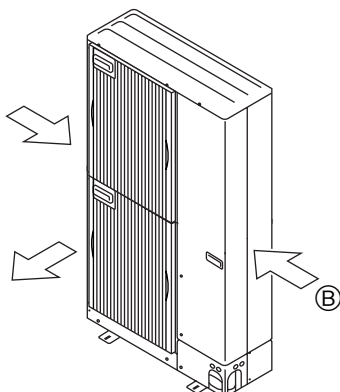

Fig. 3-4
③ Se possibile, posizionare l'unità in modo che la bocca di uscita soffi perpendicolarmente alla direzione del vento stagionale. (Fig. 3-4)